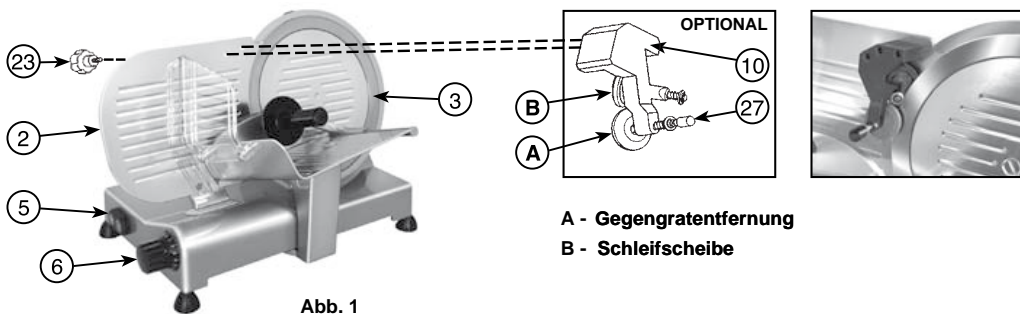

Abb. 1
- Die verstellbare Platte (2) auf den grösste mögliche Abstand vom Messer (3) durch das Drehen des Drehknopfes (6) bringen.
- Die Schleifgruppe (10) auf die verstellbare Platte legen (Sehen Fig. 1) und durch den Griff (23) darauf befestigen.
- Den Motorbetätigungsschalter für das automatische Schleifen einschalten (5). Falls nötig, den Drehknopf mit Gradeinteilung (6) drehen, bis sich den Schleifstein gemeinsam mit dem Messer dreht.
- Das Messer während ungefähr einer Minute schleifen, dann den Druckknopf (27) gegen die Bildung von Grat für ca. zwei -drei Sekunden drücken.
- Inzwischen den Motor abschalten. Nach dem Schleifen die Schleifsteingruppe (10) von der verstellbaren Platte (2) entfernen und diese in ihr ursprüngliches Gehäuse zurücklegen.